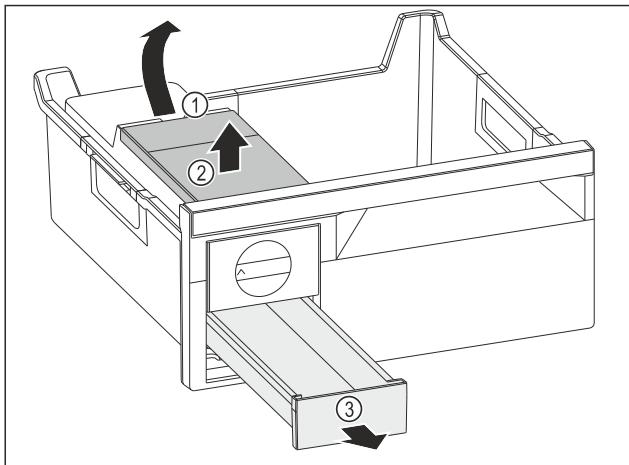

Fig. 77
- Вийняти бак для води: підняти бак для води за заглиблення Fig. 77 (1).
- Вийняти бак для води Fig. 77 (2) рухом вгору.
- Вийняти висувний ящик для кубиків льоду Fig. 77 (3) рухом вперед.